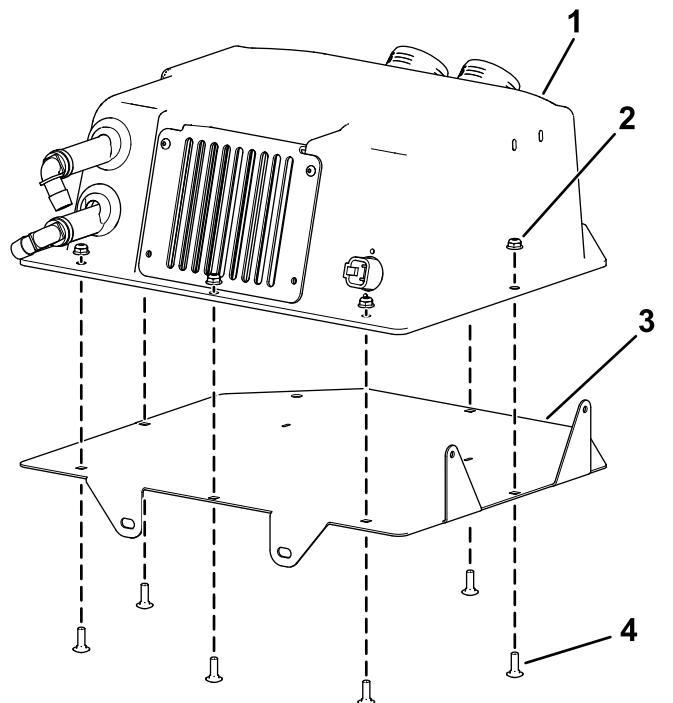

Рисунок 15
6. Установите узел блока обогревателя на монтажном кронштейне обогревателя с помощью 6 каретных болтов (1/4 x 3/4 дюйма) и 6 контргаек (1/4 дюйма); см. Рисунок 15. Затяните болты с усилием 11 Н·м.